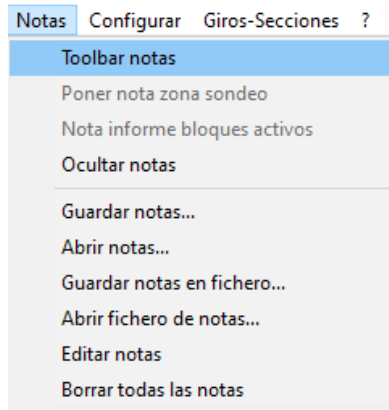

Figura 372. Notas.
43. Presionar clic en el menú superior “Notas” y activar la barra de herramientas de notas. Figura 372.